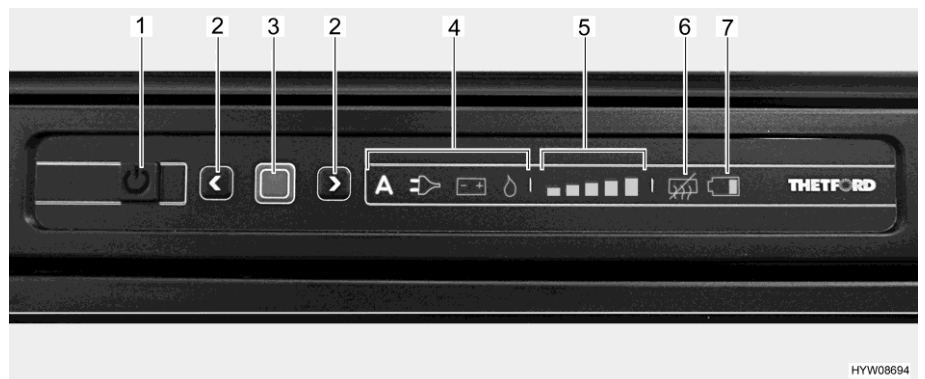

Fig. 121 Cuadro de mando de LED (frigorífico Thetford)
- Presionar la tecla On/Off (Fig. 121,1) por 1 segundo. La tecla se ilumina de color verde. Después de aprox. 10 segundos, la visualización se atenuará automáticamente por razones de ahorro de energía.
- Pulsar la tecla de confirmación (Fig. 121,3). Se visualizará el modo de funcionamiento seleccionado más recientemente.
- Pulsar la tecla de confirmación (Fig. 121,3) por aprox. 2 segundos. Los símbolos de modo de funcionamiento parpadean.
- Selección manual de energía: seleccionar la fuente de energía deseada usando las teclas de flecha (Fig. 121,2).
- Selección automática de energía (sólo en la versión con selección automática de energía): seleccionar el modo de funcionamiento "A" usando las teclas de flecha (Fig. 121,2).
- Confirmar la selección con la tecla de confirmación (Fig. 121,3).
- Pulsar de nuevo la tecla de confirmación (Fig. 121,3). El indicador de nivel de refrigeración (Fig. 121,5) parpadea.
- Para cambiar el ajuste, pulsar las teclas de flecha (Fig. 121,2) hasta que se visualice el ajuste deseado.
- Pulsar la tecla On/Off (Fig. 121,1) por aprox. 2 segundos. Todas las lámparas se apagan. El frigorífico está desconectado.
Una vez conectado, el frigorífico automáticamente seleccionará el ajuste del termostato seleccionado más recientemente. Este reajuste puede modificarse manualmente con las teclas de flecha (Fig. 121,2). Pasan algunas horas hasta que el frigorífico alcanza la temperatura de servicio normal. Al cambiar a otro modo de funcionamiento, se conservará el ajuste del termostato.